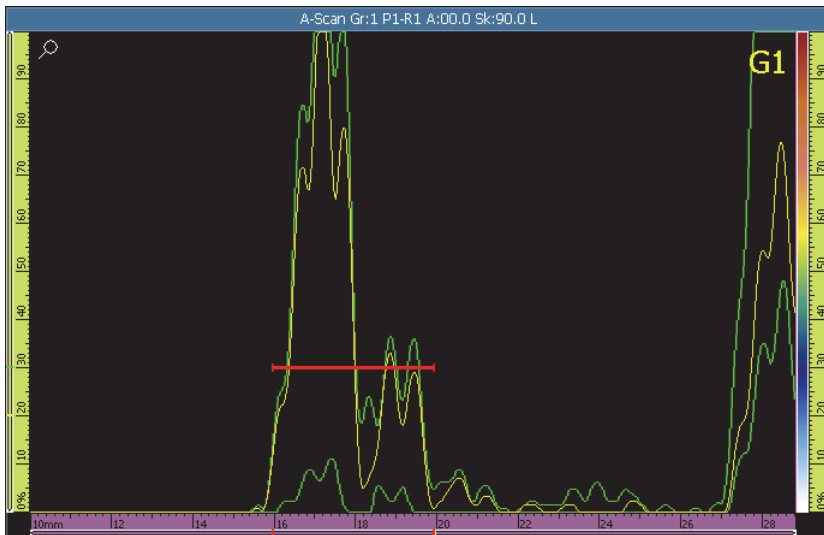

Рис. 5-6 Построение огибающей для калибровки задержки в призме
- a) Осторожно подвигайте преобразователь вперед-назад на калибровочном образце, над отражателем, для построения плавной огибающей сигнала (см. Рис. 5-6 на стр. 136).